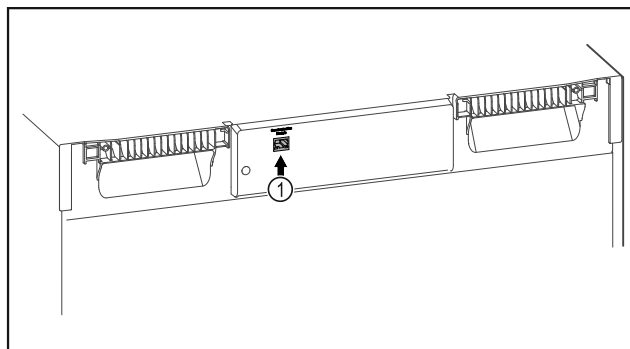

Fig. 108
- ☐ SmartModule Fig. 108 (1) inserito.